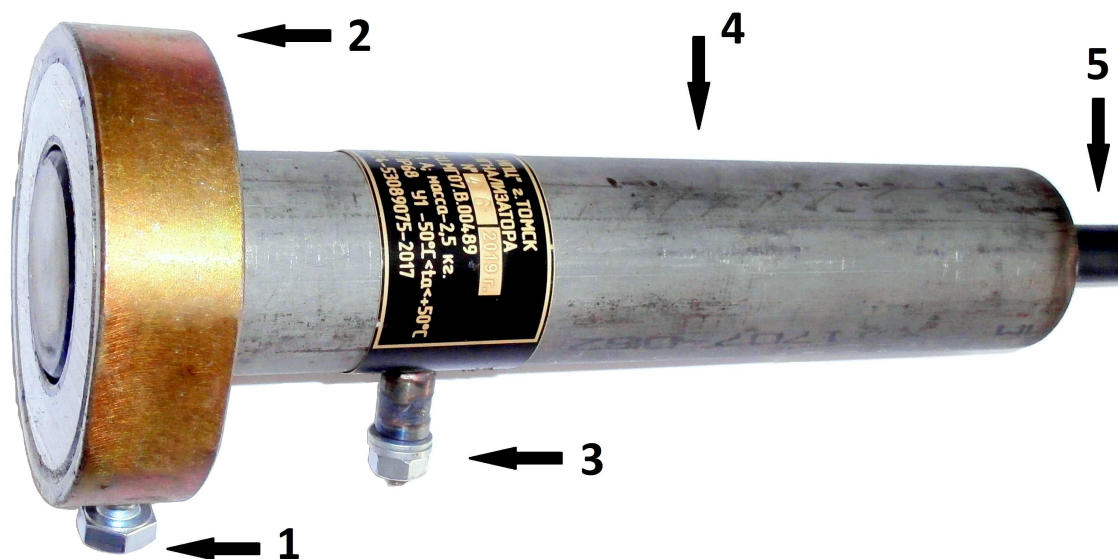

Рисунок 1 – датчик СКГ-1 с присоединенном кабелем
1.2	Провести очистку от пыли и грязи датчика СКГ-1, КС-1 (рисунок 1, Ошибка: источник перекрестной ссылки не найден, 2). При необходимости демонтажа датчика для очистки от пыли и грязи, предварительно обесточить БПР-2Т. Выполнить пп. 2.8, 2.9 таблицы 3.